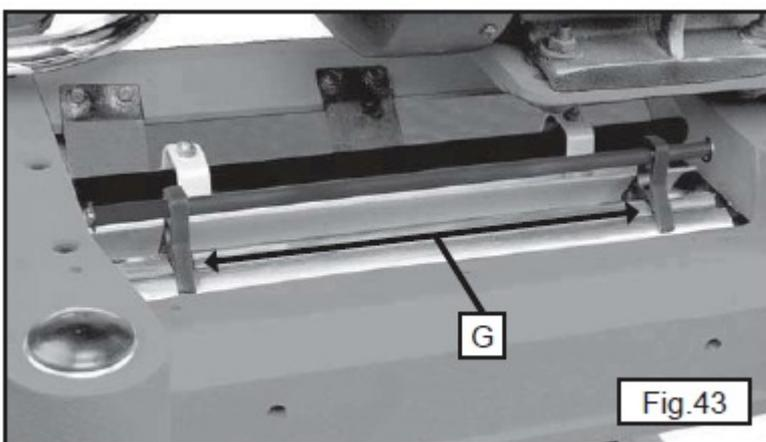

Рис. 43
- A. Осторожно поставить приспособление (G) для выверки ножей, рис. 43, на режущий вал.